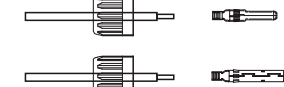

Abbildung 5.14 Führen Sie den Draht in die Steckerkappe und den Kontaktstift
2. Führen Sie den Draht in die Kontermutter und den Kontaktstift ein. (siehe Abbildung 5.14)